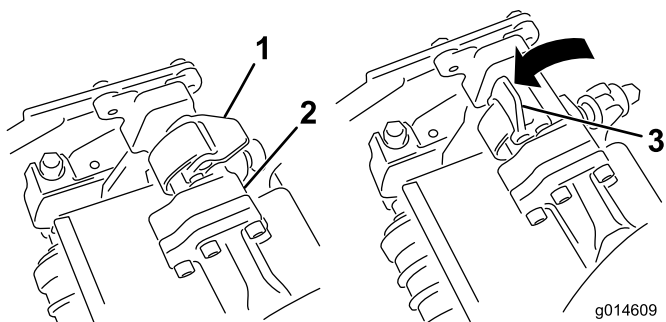
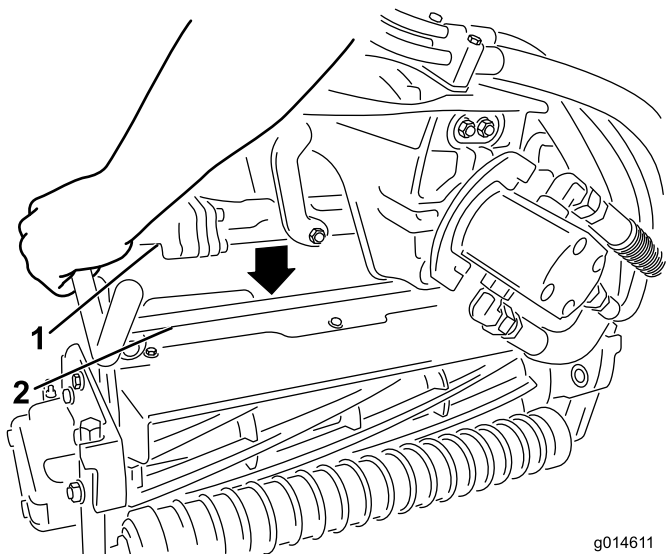

Figura 12
Figura 13
5. Con i fermi del braccio di sospensione rivolti verso l'alto (cioè aperti) (Figura 12), premete il braccio di sospensione verso il basso in modo che la barra si inserisca nella barra della parte superiore dell'apparato di taglio (Figura 13).
6. Chiudete i fermi spostandoli verso il basso e attorno alla barra dell'apparato di taglio, quindi bloccateli in posizione (Figura 12).